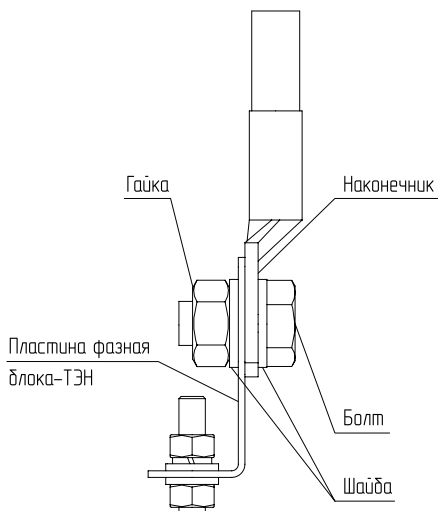

Рис.6 Присоединение проводов к выводам блок ТЭН
- При замене блок ТЭН присоединение фазных проводов к выводам блок ТЭН производить согласно **Рис.6.**;
- Провод нейтраль «N» подключить на перемычку блока ТЭН (**Рис.6**).